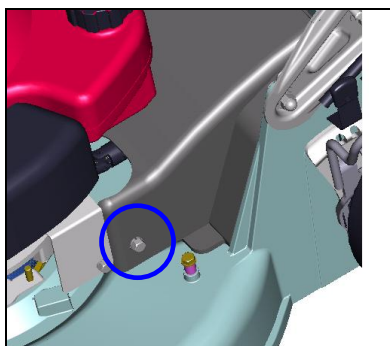

Fig. 19
1. Predisporre un contenitore per raccogliere l'olio. Rimuovere il bullone e togliere il coperchio della trasmissione (Fig. 19).